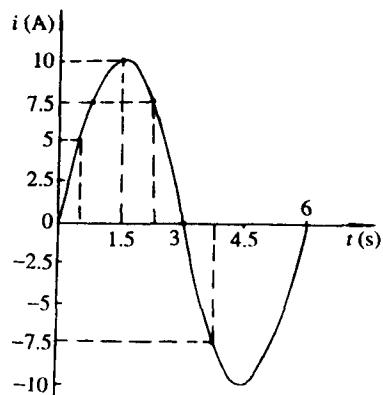

图 1-5 正弦交流电
(1) 最大值 由于正弦交流电的大小时刻在变，所以每一时刻的数值是不相同的。我们把每一时刻正弦交流电的数值称为瞬时值，一般用小写字母 i 、 u 、 e ，分别表示瞬时电流、瞬时电压、瞬时电动势。瞬时值中最大的一个值，叫做正弦交流电的最大值（也叫振幅值），分别用大写字母并加下标 m 来表示最大电流、最大电压、最大电动势，即 I_m 、 U_m 、 E_m 。图 1-5 中， $I_m = 10$ 安。
(2) 频率 交流电完成一次周期性变化所需的时间，称为交流电的周期，周期通常用 T 表示，单位是秒 (s)。同时，规定一个周期经历 2π 弧度。交流电压在 1 秒钟内完成周期性变化的次数，叫做交流电的频率，频率通常用 f 表示，单位是赫兹，简称“赫”。单位符号用“Hz”表示。常用的频率单位还有千赫 (kHz)、兆赫 (MHz)。
$$\text{图 1-5 中 } T = 6 \text{ 秒}, \quad f = \frac{1}{6} = 0.13 \text{ 赫}$$